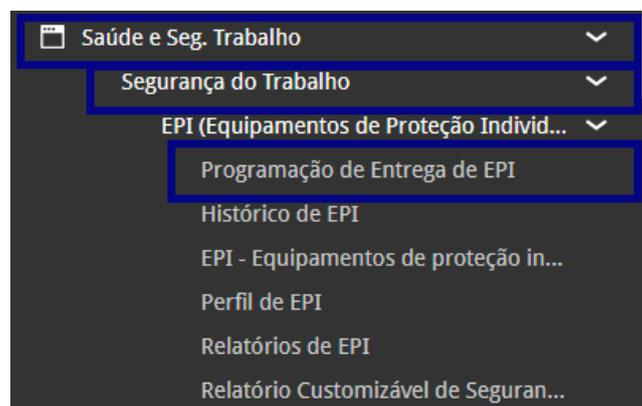

Figura 76: Caminho Programação Entrega EPI
1. No menu lateral, acesse o caminho (Figura 76): **Saúde e Segurança do Trabalho > Segurança do Trabalho > Programação de Entregas de EPI.**